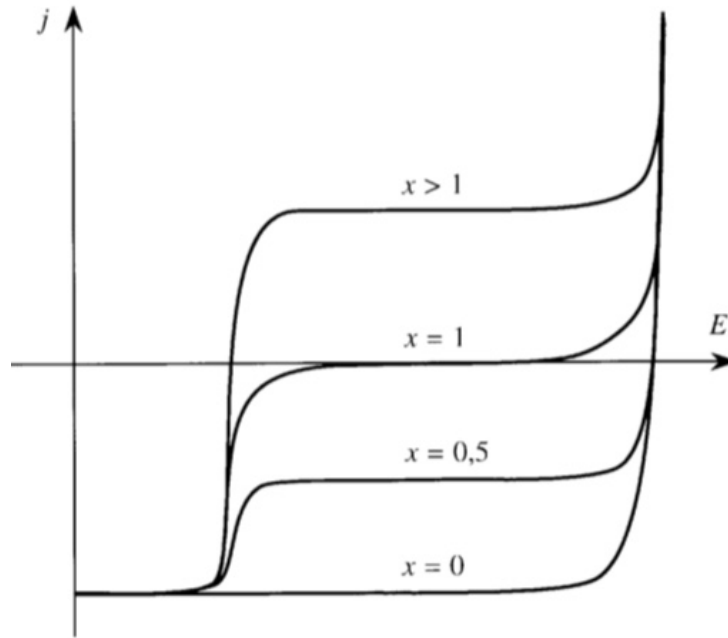

FIGURE 4: Courbes courant - potentiel au cours du titrage d'une solution d'ions mercure (II) par l'EDTA
4. Préciser l'influence de la complexation du mercure (II) sur les propriétés du couple $\text{Hg}^{2+}(\text{aq}) / \text{Hg}(l)$.
7. On note x le taux d'avancement du titrage de la solution de mercure (II) par l'EDTA. Indiquer dans un tableau la composition qualitative de la solution pour $x = 0$; $x = 0,5$; $x = 1$ et $x = 1,5$.
8. Interpréter l'allure des courbes de la figure 4. On identifiera à chaque fois les différentes réactions électrochimiques mises en jeu. Expliquer la présence des différentes vagues d'oxydation et de réduction.